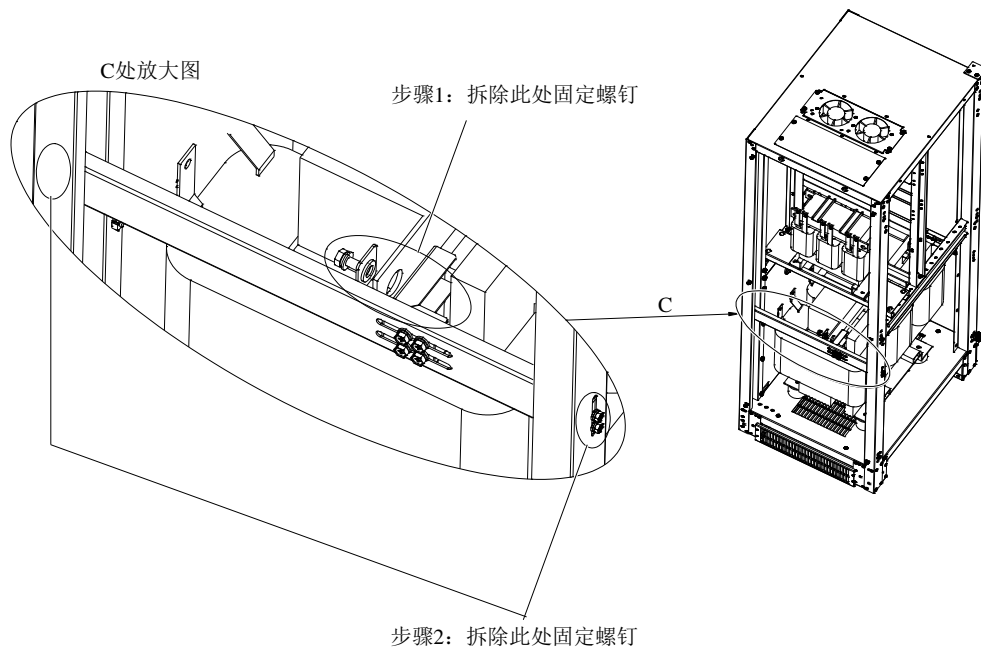

图2 运输固定件拆除示意图
2. 边柜移相变压器顶部固定件位置如图 2 所示。按图所示操作步骤拆除移相变压器固定件。